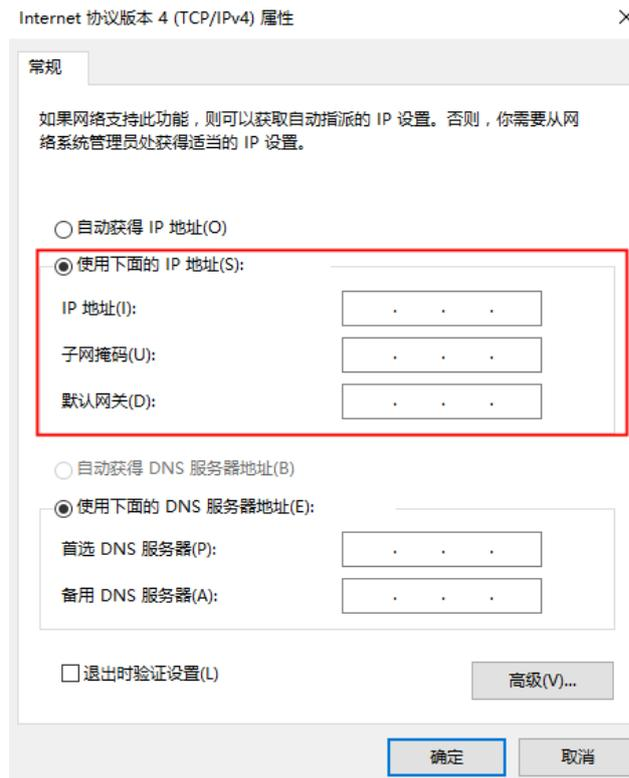

图 5.7 IP 地址修改示意图
- 步骤 6 在“Internet协议版本4（TCP/IPv4）属性”页面修改PC机的IP地址、子网掩码以及默认网关，如所图 5.7示。